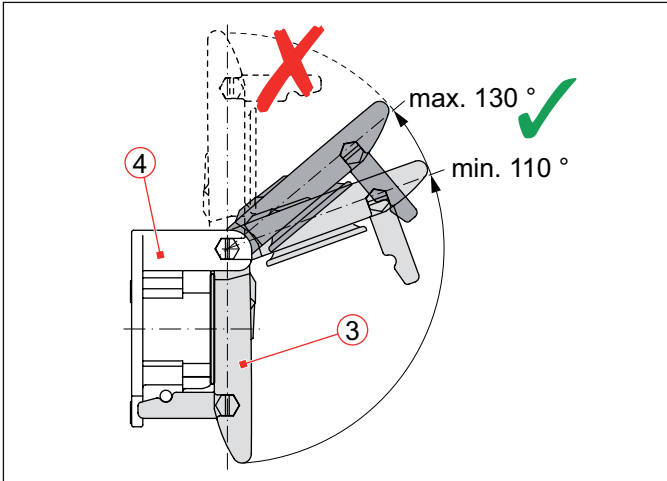

Abb. 15: Klappdeckel (3) der Kupplungsdose (4) aufklappen: Öffnungswinkel mindestens 110°, maximal 130°
- ▶ Den Klappdeckel der Dose um einen Winkel von mindestens 110°, jedoch nicht mehr als 130° aufklappen (siehe **Abb. 15**). Ein Überdehnen des Klappdeckels kann die Lebensdauer der Drehfeder verkürzen und den Klappmechanismus beschädigen.